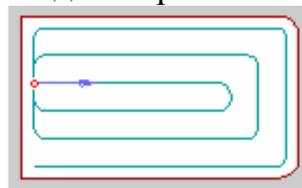

Рис. 20. Тип обработки «Петля эквидистантная»
3. **Петля эквидистантная** (рис. 20) — обработка по ленточной спирали с сохранением выбранного (встречное или попутное) направления фрезерования. Используется для обработки КЭ «Уступ».